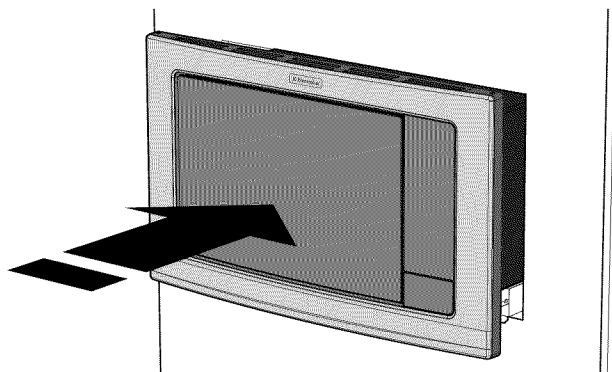

Ilustración 6
3. Empuje el horno dentro del gabinete para que las patas del horno encajen en las ranuras del conjunto de ducto inferior. Asegúrese de que el juego esté nivelado con el gabinete. Vea la ilustración 6.